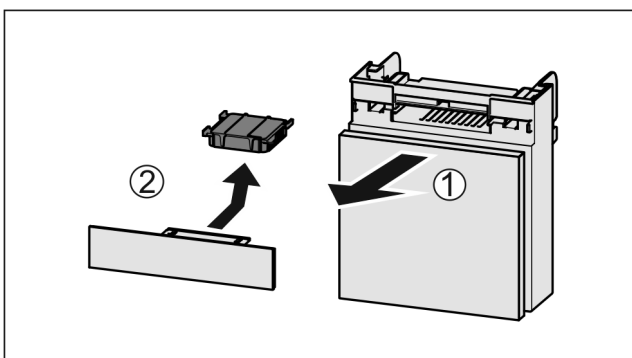

Fig. 103
- ▶ Lade vanaf de voorkant eruit trekken Fig. 103 (1).
- ▶ Actiefkoolfilter verwijderen Fig. 103 (2).